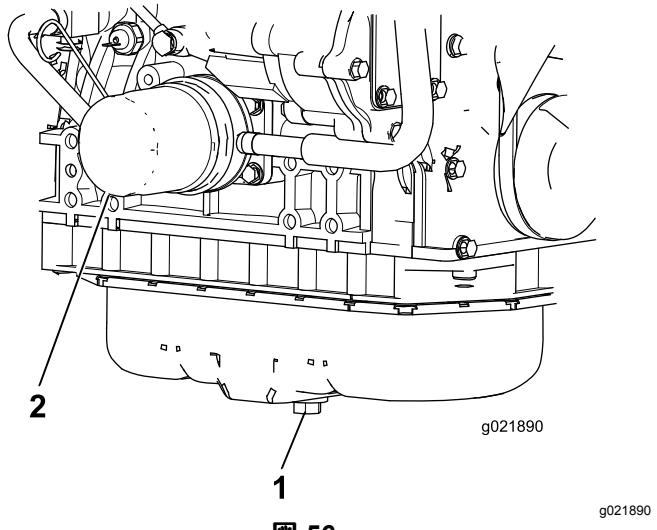

図 56
1. ドレンプラグ 図 56を外してオイルを容器に受け
2. オイルフィルタ 図 56を外す。新しいフィルタのシールに薄くエンジンオイルを塗って取り付ける。締めすぎないように注意すること。